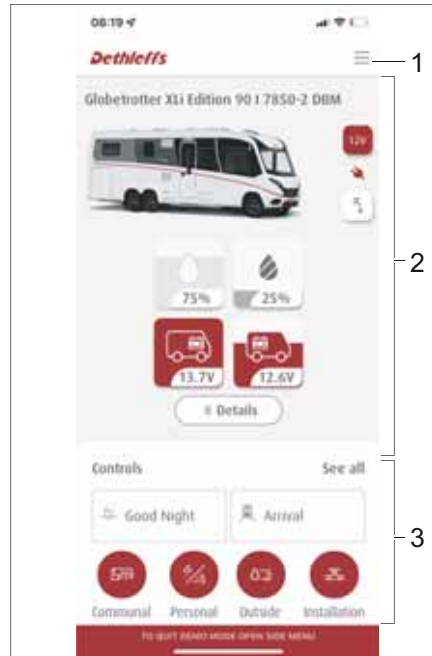

Bild 289 Dethleffs Connect-appens struktur
- Menyområde (Bild 289,1)
- Information om fordonet (Bild 289,2)
- Området för hantering och scenarior (Bild 289,3)